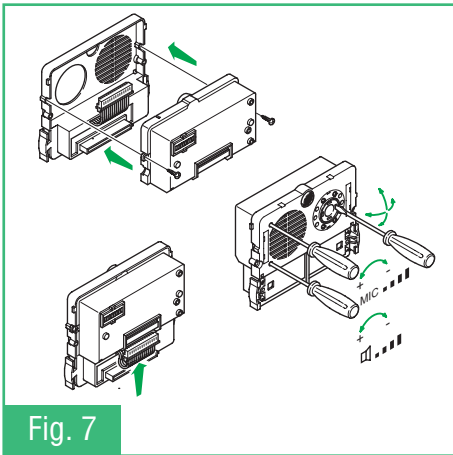

Fig. 7
- Fig. 7** Montaggio, collegamenti e regolazioni gruppo audio video
- Fig. 7** Audio-video Group Assembly, connections and adjustments
- Fig. 7** Montage connexions et réglages groupe audio video
- Fig. 7** Montage, aansluitingen en afstellingen audio systeem
- Fig. 7** Montage, Verbindungen und Einstellungen der Audio Gruppe
- Fig. 7** Montaje, conexiones y regulaciones del grupo audio-video